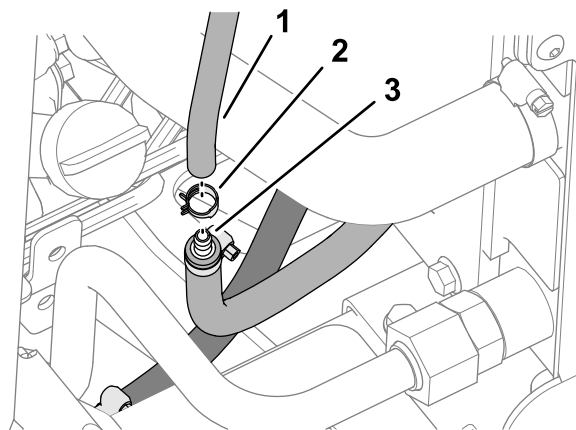

Рисунок 18
2. Проложите другой конец шланга топливного фильтра к другому шлангу охладителя топлива (Рисунок 18).
3. Установите шланг топливного фильтра со шланговым хомутом пружинного типа на соединитель типа «елочка» наружного шланга охладителя топлива (Рисунок 18).